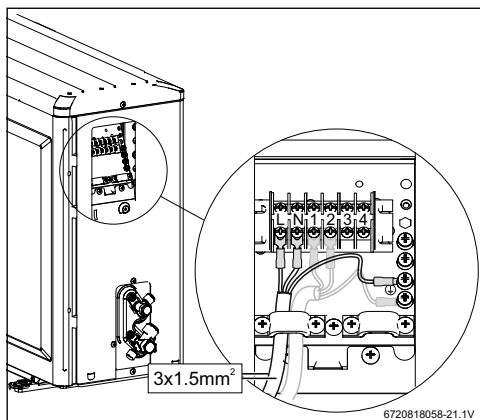

Fig. 36 Raccordement du câble de réseau
- ▶ Fixer le câble de réseau aux bornes désignées sur l'appareil par le conducteur externe (L), le conducteur neutre (N) et le conducteur de protection (⊥) (fig. 36).
- ▶ Fixer le câble de réseau dans le passe-câbles où est déjà posé le câble de connexion (fig. 36).